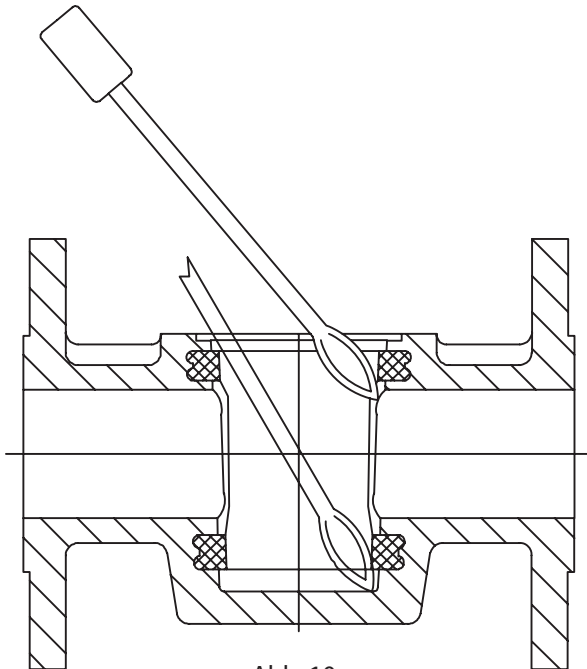

Abb. 10
8. Buchse zuschneiden (Abb. 10)